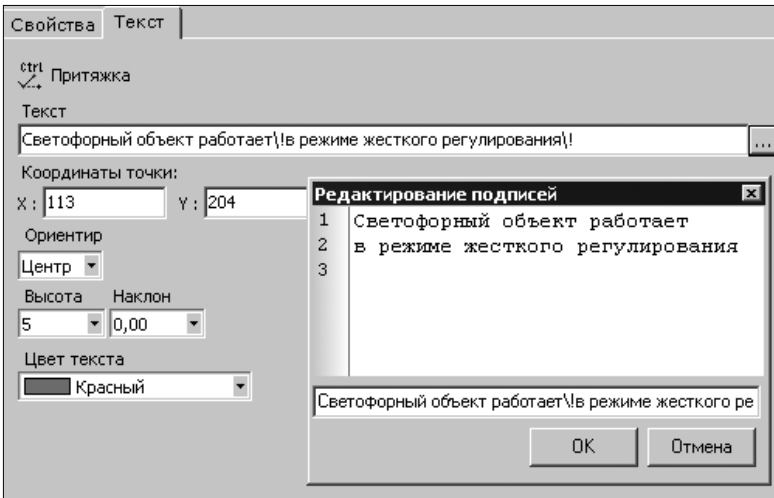

Рис. 9.3
- В поле **Текст** вводится значение текста. При нажатии на кнопку  открывается диалог **Редактирование подписей** (рис. 9.3), в котором можно ввести многострочный текст.